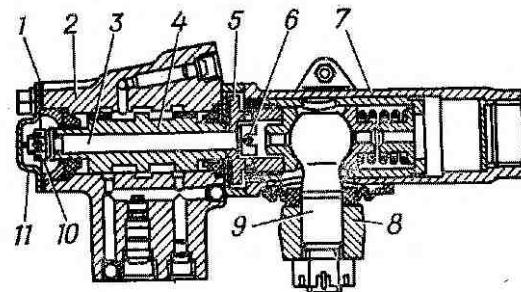

Рис. 56. Передний конец продольной рулевой тяги в клапане управления гидроусилителя автомобиля ГАЗ-66-11:
2. Для регулировки переднего шарнира продольной тяги снять клапан управления гидроусилителя, для чего, отвернув два болта, снять штампованный крышку 11 (рис. 56) с прокладкой 1, расшплинтовать и отвернуть гайку 10 центрального болта 3 и отвернуть два болта крепления корпуса 2 клапана управления к наконечнику тяги.